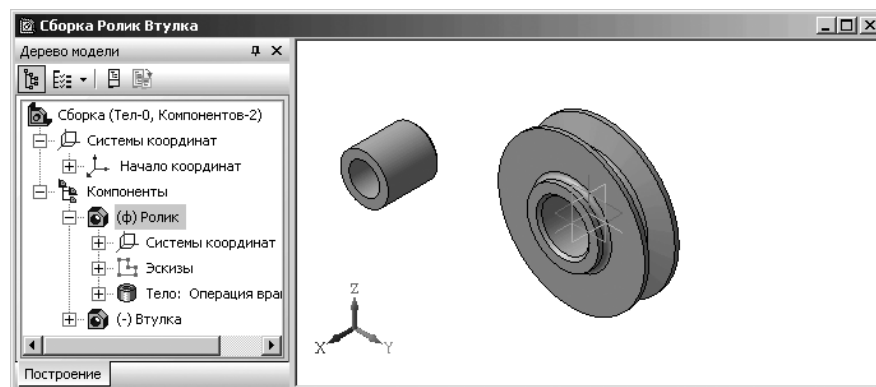

Рис. 6.36. Окно **Сборки** с базовой деталью **Ролик** и введенной деталью **Втулка**
- переместите указатель мыши, а вместе с ним и фантом в удобное вам его местоположение и щелкните мышью. Появится в указанном вами месте вставленная втулка. Возможное состояние системы показано на рис. 6.36.